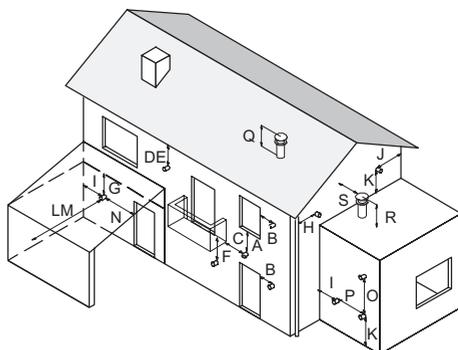

Figura 5.38
- rispettare le distanze minime di Figura 5.38 ed eventuali norme nazionali e locali vigenti.